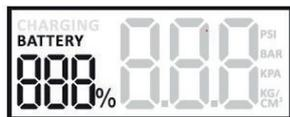

Abb.1
5. Drücken Sie eine beliebige Taste, der blaue LCD-Bildschirm leuchtet auf und zeigt für 30 Sekunden «Batterie XX%» (Abb. 1) an.